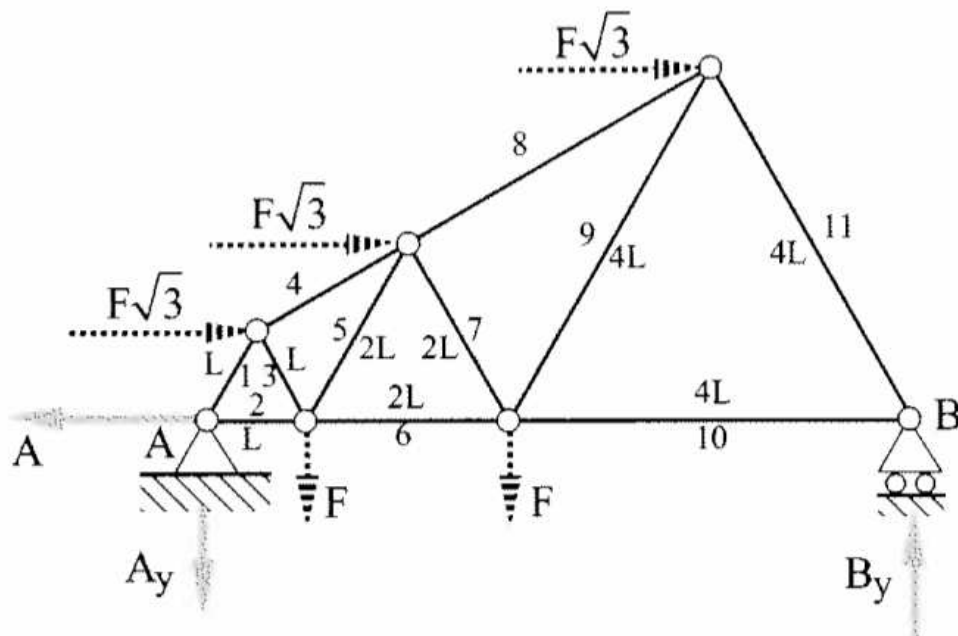

Abbildung 2: Ideales statisch bestimmtes Fachwerk aus Fig. 11.9 von [1]
1. Schreiben Sie ein MATLAB-Programm, das die Eingabematrizen und -vektoren für `trussimulator` für das Fachwerk aus Abbildung 2 initialisiert. Hierbei darf  $F = 1\text{N}$  angenommen werden, ebenso wie  $L = 1\text{m}$ .
10. Berechnen Sie nun mit Ihrer Implementierung von `trussimulator` die Kräfte im Fachwerk aus Abbildung 2. Zur Kontrolle: die Kraft auf Lager A ist  $(3\sqrt{3}N, \frac{1}{14}N)$ , siehe [1, Abschnitt 11.3].